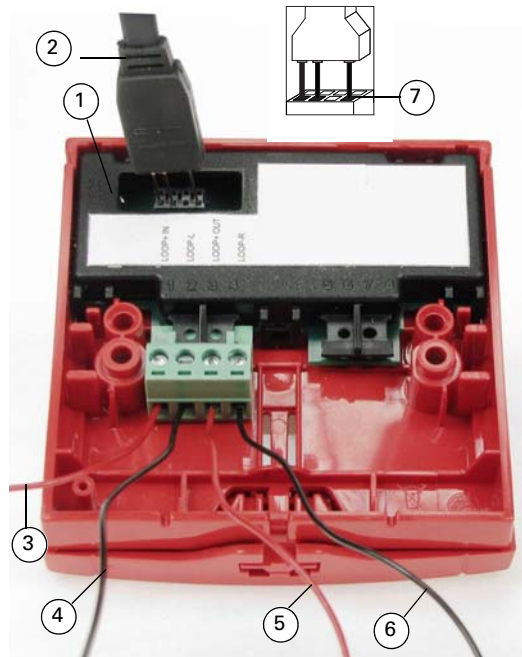

Fig. 2: Vista posterior e información de cableado del FC420CP-I
La dirección del FC420CP-I se programa antes de realizar la instalación mediante una herramienta de programación de direcciones. El cable de programación auxiliar se conecta al puerto de programación (ver los elementos 1 y 2 en la fig. 2). Consulte la fig. 2 como referencia.
Para que la comunicación con la herramienta de programación de direcciones funcione correctamente, asegúrese de que las patillas del cable de programación auxiliar penetren completamente en la hilera inferior del puerto de programación (ver el elemento 7 de la fig. 2).
- Todos los conductores deben estar libres de contactos con tierra. La configuración típica de los cables se puede consultar en la fig. 2.